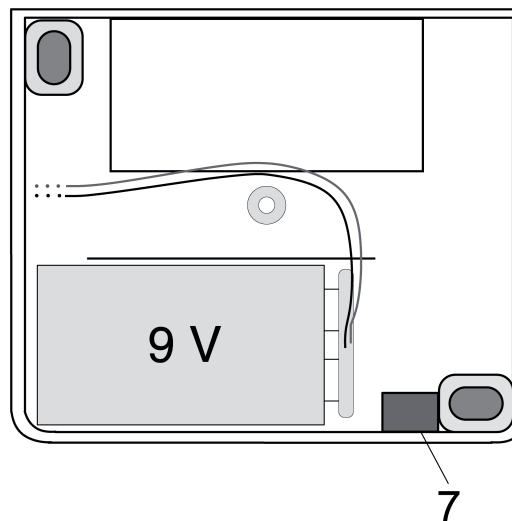

Figure 9
- Ouvrir l'orifice d'évacuation de l'eau de condensation (7) dans la plaque de fond, sauf en cas de montage dans des pièces poussiéreuses (figure 9).